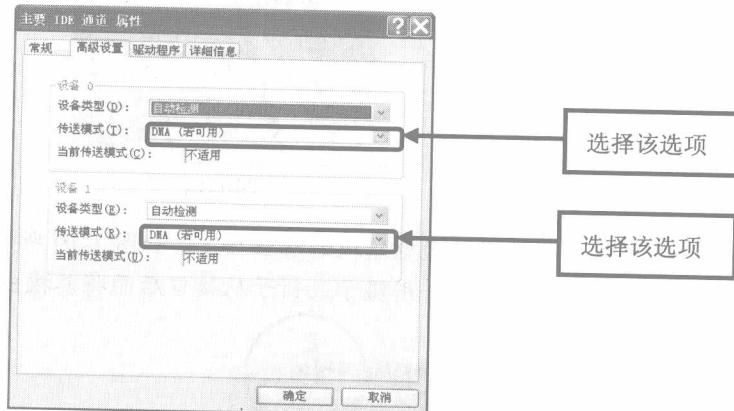

图 1-15
- ⑯按照同样的方法打开如图 1-15 所示的【主要 IDE 通道属性】对话框，并分别从【设备 0】和【设备 1】组合框中的【传送模式】下拉列表中选择【DMA（若可用）】选项。